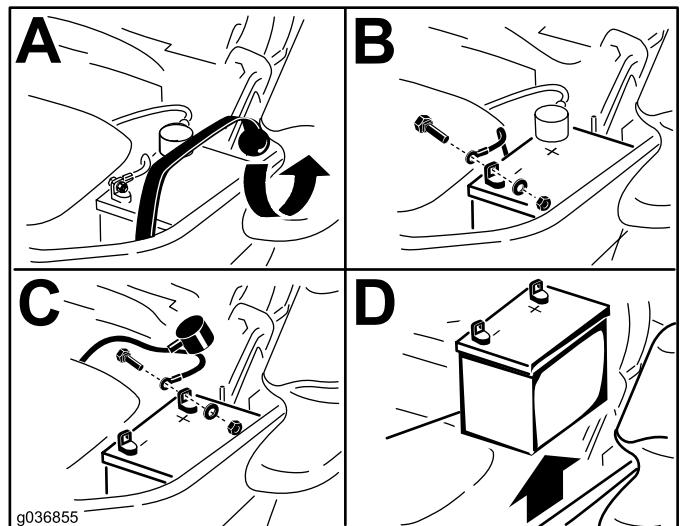

Figura 53
- Retire la batería según se muestra en la Figura 53.
- Fije los cables con 2 pernos, 2 arandelas, y 2 contratuerca (Figura 53).
- Fije la batería con la correa de goma (Figura 53).
- Coloque la batería en la bandeja, con los bornes frente al depósito de aceite hidráulico (Figura 53).